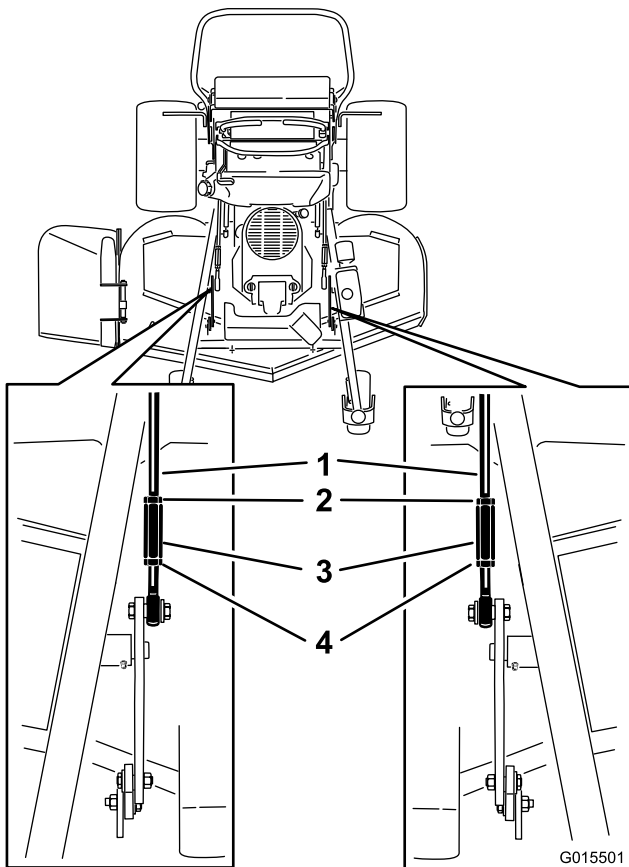

Figure 89
3. Pour les tabliers de coupe de 60 pouces, desserrez les deux écrous avant et arrière et les biellettes de relevage sur les tiges de réglage (Figure 89).
5. Pour les tabliers de coupe de 60 pouces, serrez les biellettes de relevage (Figure 89).